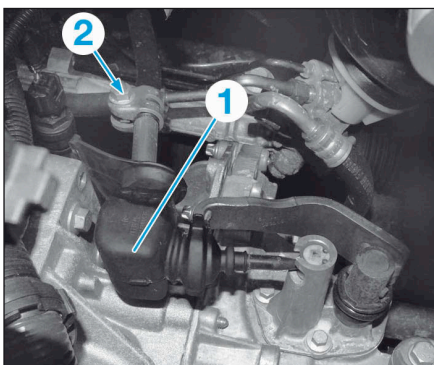

FIG.2
- Déposer la vis (1) de la tringle de commandes de la boîte de vitesses (Fig.2).